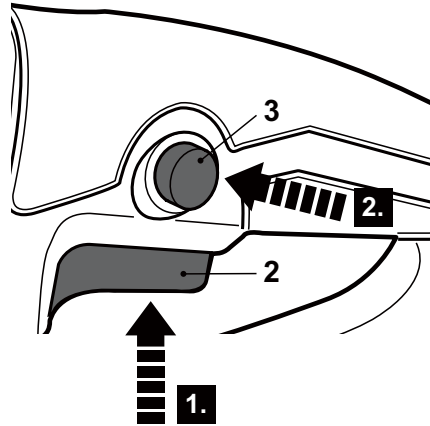

Fig. 11
- > Encienda el producto presionando el interruptor de encendido/apagado (2) y manténgalo presionado (Fig. 11, paso 1).
- > Presione el botón de bloqueo (3) y manténgalo en esa posición para bloquear el interruptor de encendido/apagado (2) (Fig. 11, paso 2).
- > Suelte el botón de bloqueo (3) y el interruptor de encendido/apagado (2). El interruptor de encendido/apagado estará ahora bloqueado para un uso en continuo.
- > Presione y suelte el interruptor de encendido/apagado (2) para apagar el producto.